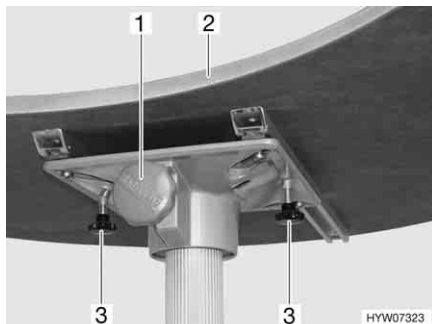

Fig. 23 Tavolo fisso, dinette a U
- Svitare la vite a testa cilindrica zigrinata (Fig. 23,1).
- Girare il piano del tavolo (Fig. 23,2) nella posizione desiderata.
- Svitare le viti a testa cilindrica zigrinata (Fig. 23,3).
- Girare il piano del tavolo (Fig. 23,2) e contemporaneamente spostarlo sulle guide nella posizione desiderata.